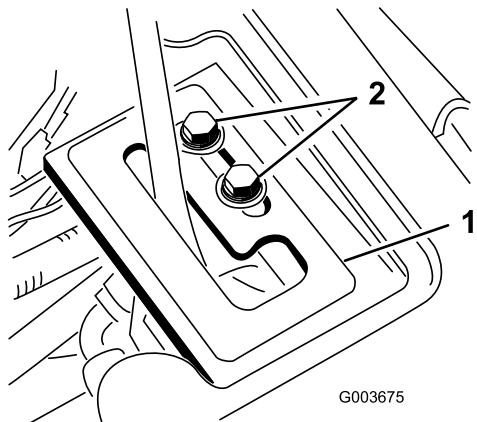

Bild 17
- Setzen Sie die Hebelführungsplatte über dem Hubhebel ein und befestigen Sie ihn mit 2 Bundschrauben und Scheiben lose am Rahmen (Bild 17).
Hebelführungsplatte, bis der Hubzylinder mit der Hand aus- und eingefahren werden kann (Bild 17).
7. Ziehen Sie die Befestigungsschrauben der Hubhebelführungsplatte an, um die Einstellung zu arretieren (Bild 17).